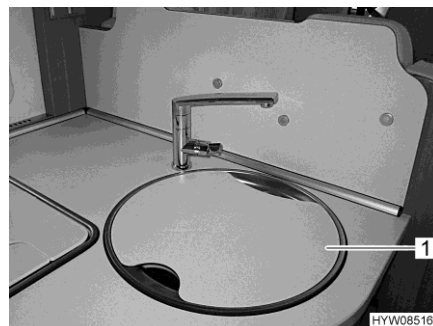
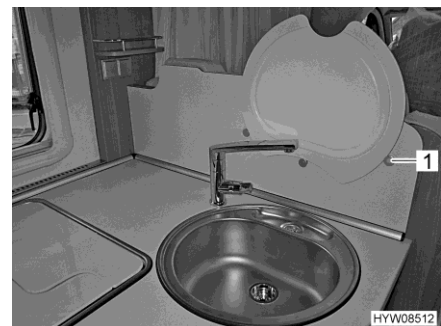

Fig. 9 Coperchio del lavello
Fig. 10 Coperchio lavello cucina nel supporto paraspruzzi
- ▶ In caso d'incidente oppure in caso di frenata d'emergenza il coperchio lavello (Fig. 9,1) può ferire i passeggeri del veicolo. Prima della partenza rimuovere il coperchio lavello cucina dal lavandino o dal supporto paraspruzzi (Fig. 10,1) e stivarlo in modo sicuro nell'angolo cucina oppure nell'armadio guardaroba.